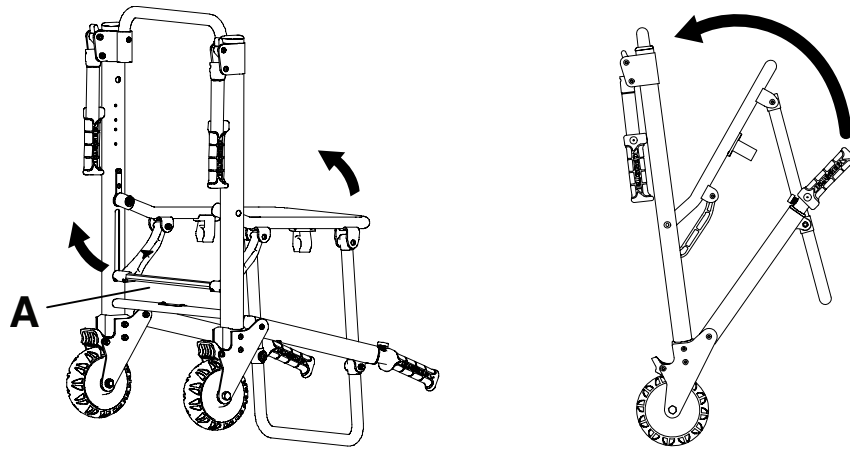

Figure 4 – Pliage de la chaise
4. Tirer sur la barre de verrouillage rouge (A) à l'arrière de la chaise (Figure 4).